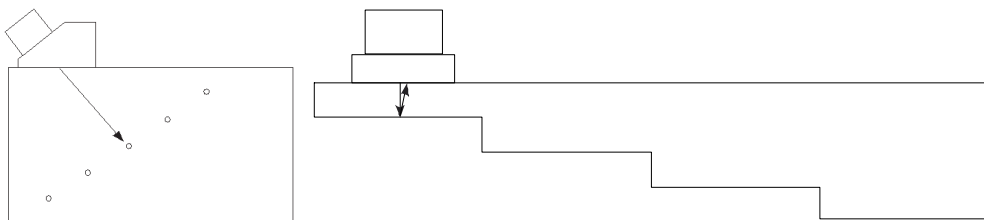

Рис. 5-18 Калибровочные образцы для калибровки кривой DAC
1. Установите преобразователь на калибровочный образец, как показано на Рис. 5-18 на стр. 155.